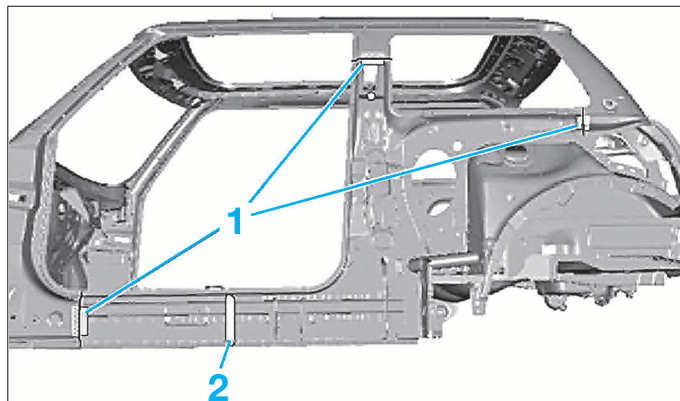

FIG. 16
- Appliquer de la colle à pare-brise sur l'insonorisant de la zone (2) (Fig.16).